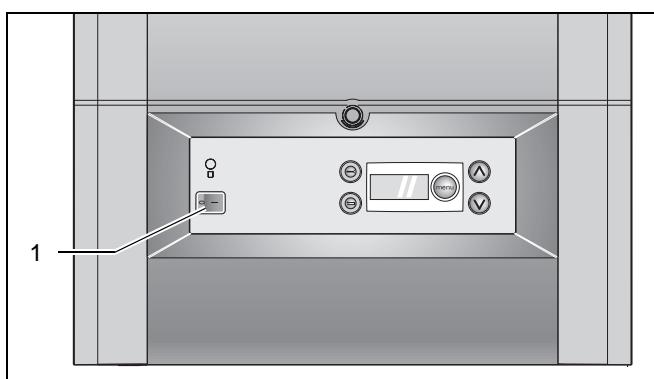

Рис. 26 Рабочий переключатель DBA
- Остановить прибор, устанавливая рабочий переключатель в положение "0" (рис. 26, **поз. 1**).